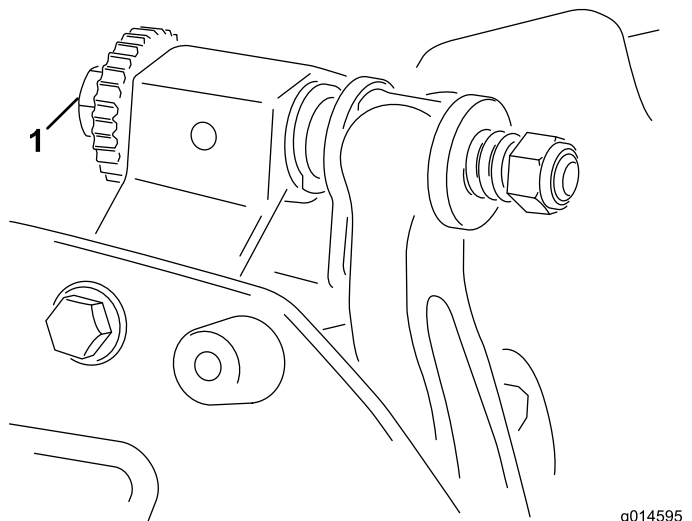

Figura 5
- A. Rode os parafusos de ajuste da barra de apoio no sentido dos ponteiros do relógio (Figura 5), um clique de cada vez, até que se veja e ouça um leve contacto.
6. Rode o parafuso de ajuste da barra de apoio direita (Figura 5) até sentir uma ligeira pressão no calço deslizando-o de um lado para o outro. Retire o calço.